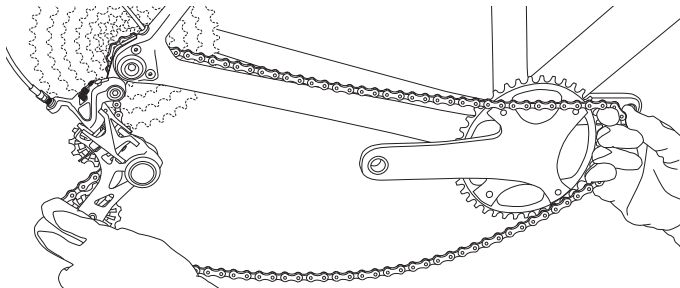

Fig.12
- Premete il bilanciere verso il basso per ridurre la tensione della catena e riposizionate la catena sull'ingranaggio (Fig. 12).